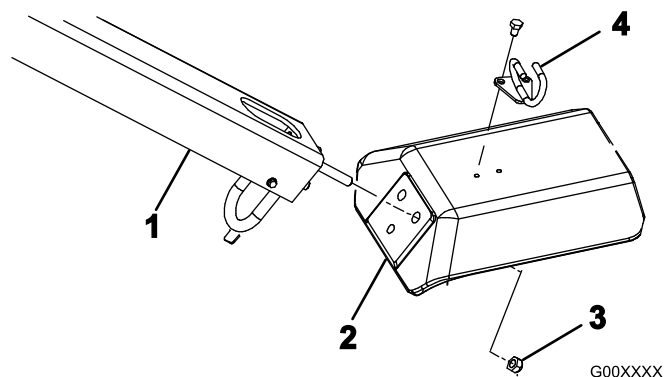

図 4
2. フォークの穴にハンドル取り付け用スタッドを差し込む（図 4）。
3. ロックナット（1/2 インチ）3 個を使って、ハンドルスタッドを固定する（図 4）。
5. ボルト（5/16 x 1/2 インチ）2 本を使って、ケーブルガイドをフォークの上に取り付ける（図 4）。